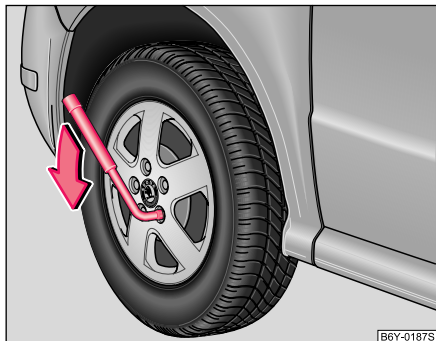

Fig. 144 Cambio de rueda: Aflojar los tornillos de rueda
- Asir la llave por el extremo y girar el tornillo aproximadamente una vuelta hacia la izquierda ⇒ fig. 144.